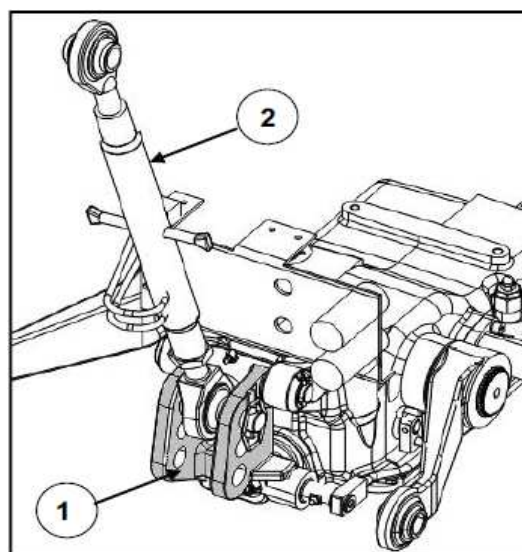

Fig. 4-32
- * Use o localizador de posição para marcar a localização do nível de profundidade (4)
- * Use o batente para manter a posição da alavanca de profundidade (5).
4.56 TERCEIRO PONTO DO SISTEMA DE ELEVAÇÃO MECÂNICO 2 (Fig.4-32).